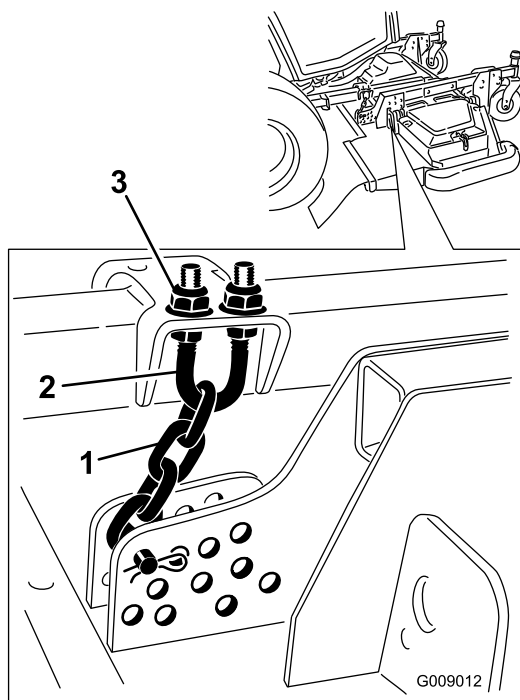

Figure 106
5. Desserrez les écrous de blocage en haut ou en bas de l'étrier fileté de la chaîne de hauteur de coupe (Figure 106).